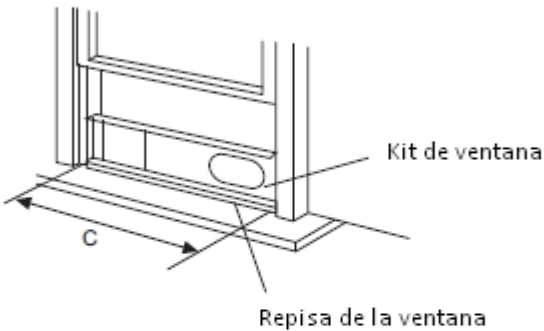

Fig.9
2. Coloque el kit en la repisa de la ventana. Ajuste la longitud del kit de ventana de acuerdo a la anchura de la ventana, acortar el kit de ventana si el ancho de la ventana es menos de 26.5 (Tipo I) o 22,1 (Tipo II) pulgadas. Deslice el kit de ventana sobre la repisa de la ventana. Fig. 9